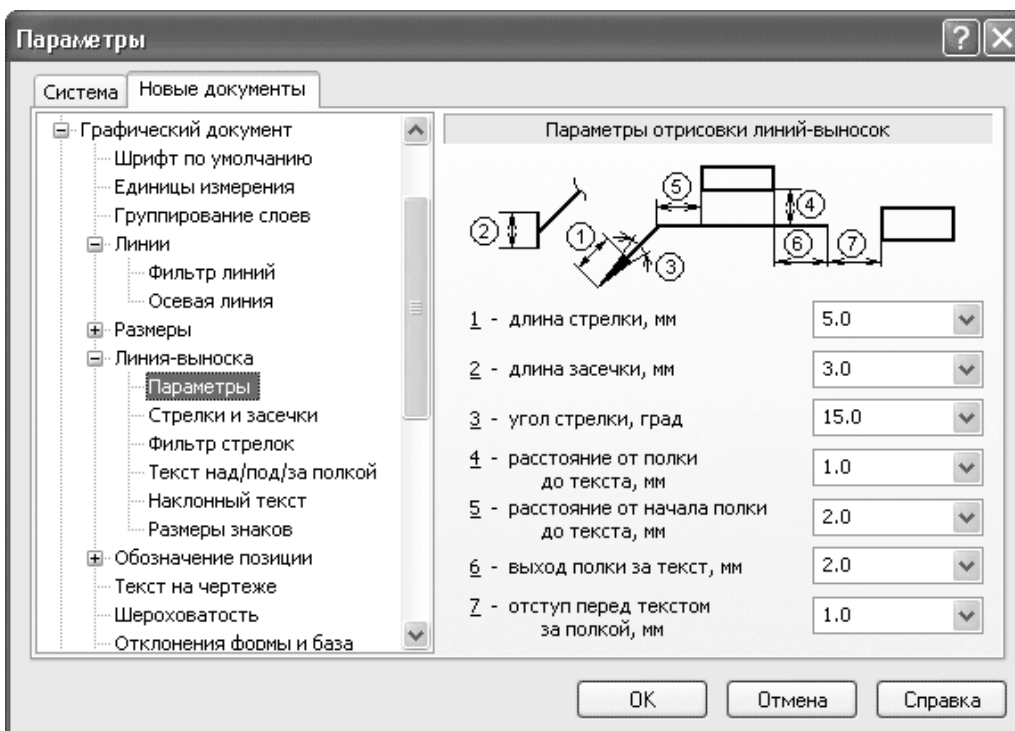

Рис. 1.66. Параметры отрисовки линий-выносок
- **Линия-выноска** – подобна группе **Размеры** и содержит параметры отображения линии выноски, то есть геометрические размеры стрелок (рис. 1.66), фильтр стрелок, шрифт текста, отображаемого над, под и за полкой линии выноски;